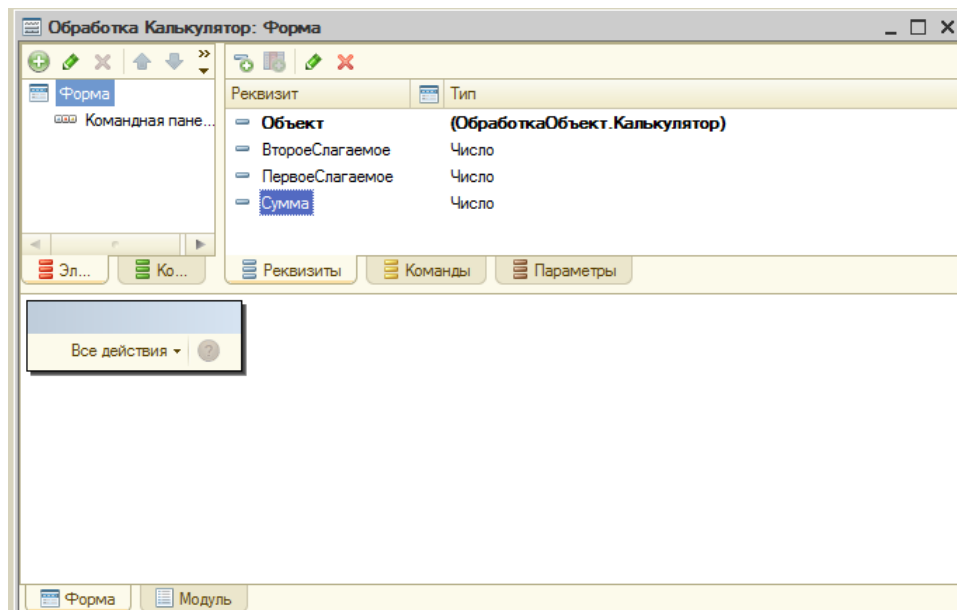

Рисунок 127 Работа с формой
4. На форме создайте в верхней правой части три **Объекта** в области **Реквизит**: ПервоеСлагаемое (тип – число), ВтороеСлагаемое (тип – число), Сумма (тип – число) (рис. 127).